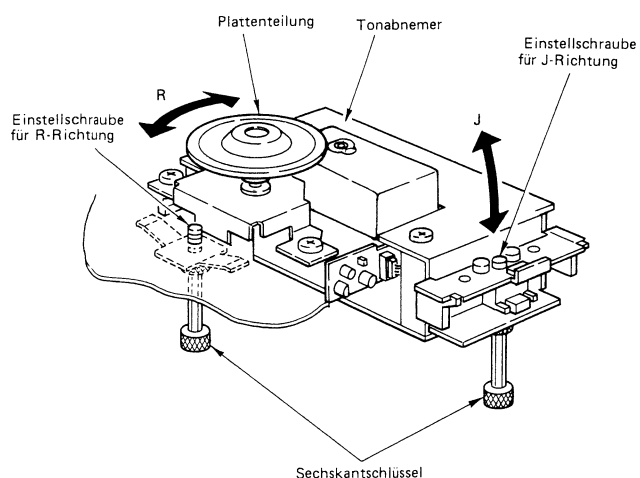
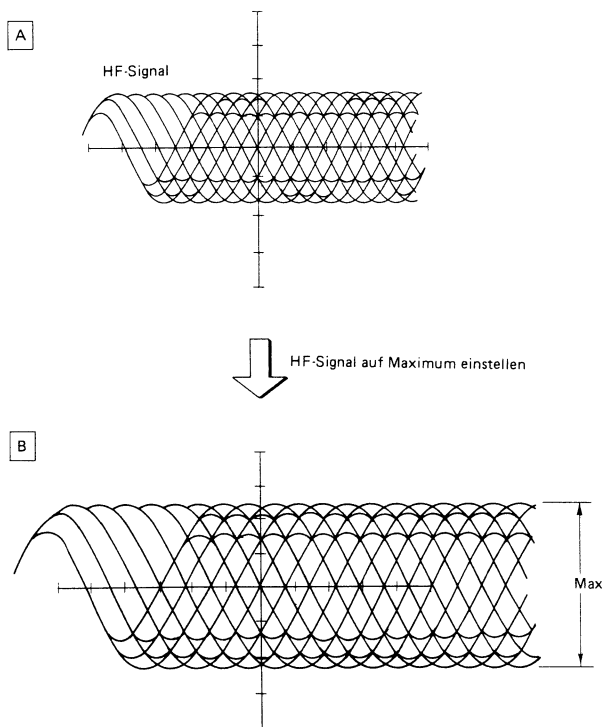
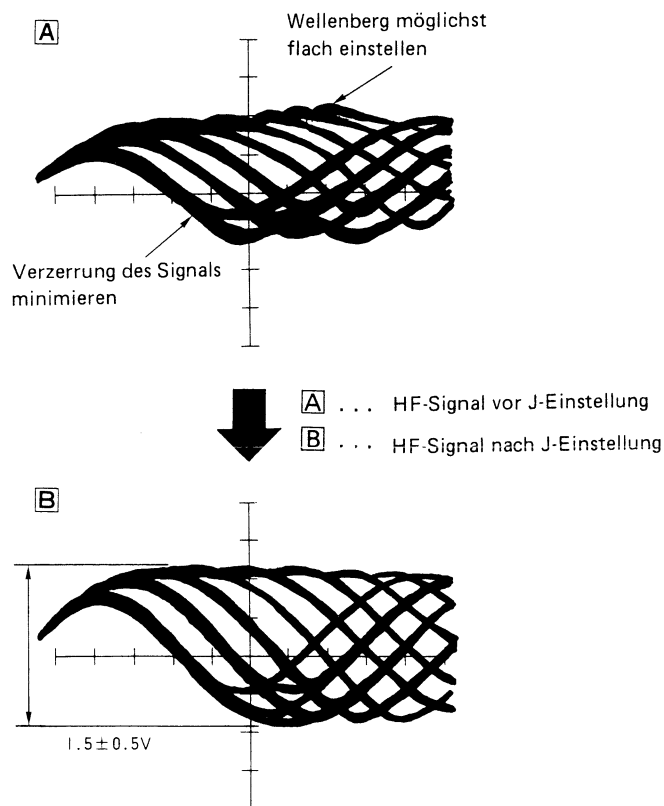

Abb. 11
Abb. 12
Abb. 13
- 7) Die R-Richtung des Tonabnehmers einstellen (Abb. 11). Hierzu die entsprechende Einstellschraube im Uhrzeigersinn oder entgegen dem Uhrzeigersinn drehen, bis das HF-Signal seinen Maximalwert erreicht hat (siehe Abb. 12).
- 8) Die J-Richtung des Tonabnehmers einstellen (Abb. 11). Hierzu die Einstellschraube für J-Richtung so drehen, daß das HF-Signal gemäß Abb. 13 von Zustand A in Zustand B übergeht.
- 10) Die Taste **STOP** an der Steuereinheit drücken und dann noch einmal Taste **CD** drücken, um Spur 1 abspielen. Der HF-Signalpegel von Spur 1 (innerste Spur der CD-Platte) muß $1,5 \pm 0,8/-0,7$ V betragen und das HF-Signal muß die in Abb. 13-B dargestellte Form haben.